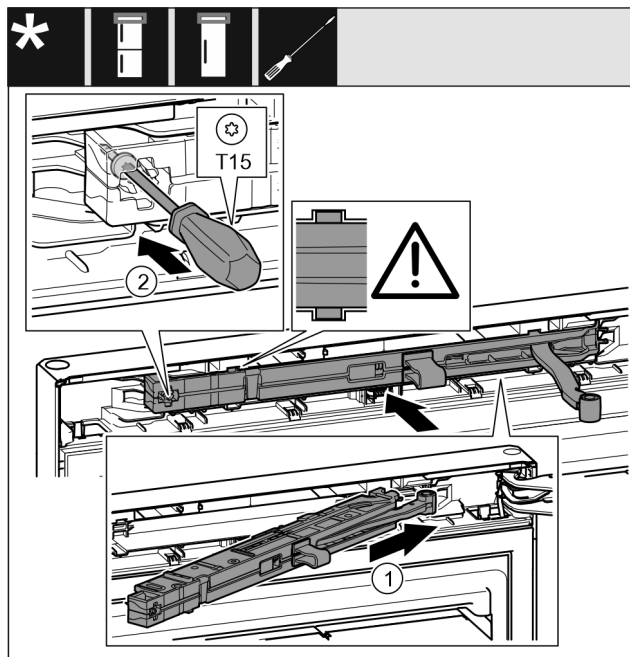

Fig. 49
- Inserire obliquamente nell'incavo fino all'arresto l'unità ammortizzatore di chiusura sul lato blocco di supporto. Fig. 49 (1)
- Serrare la vite con un cacciavite T15. Fig. 49 (2)